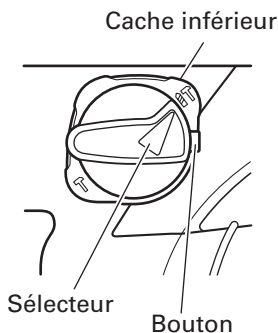

Fig. 7
- (1) Commutation sur "rotation + percussion"
- (b) Aligner ▲ du levier de sélection sur  du support de levier comme indiqué sur la Fig 7.